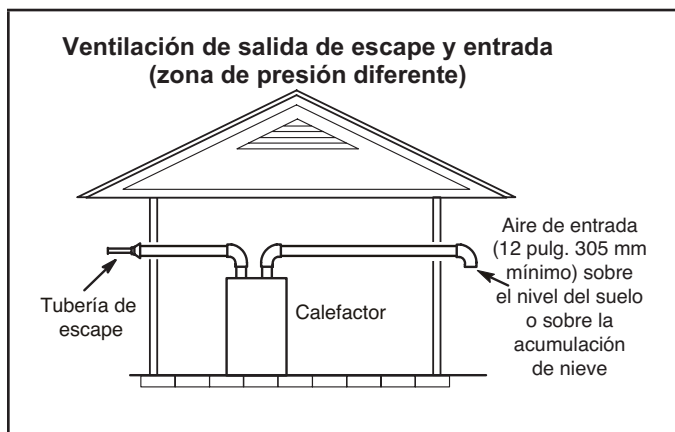
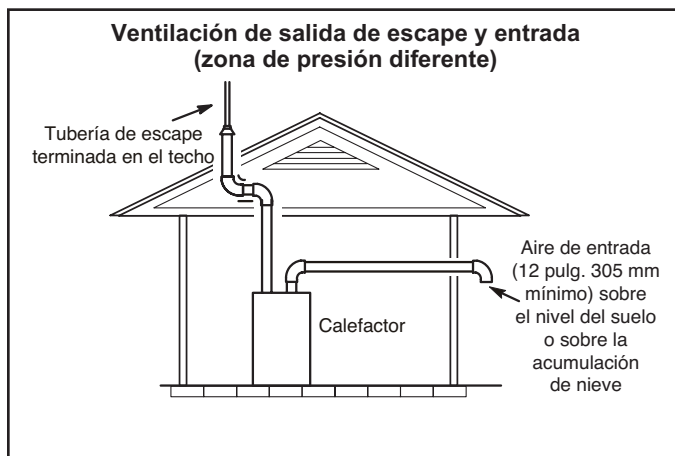

FIGURA 37
FIGURA 38
- 1 - Las terminaciones de ventilación no tienen que estar en la misma zona de presión. Usted puede sacar la entrada en un lado de la estructura y el escape en el otro lado ("FIGURA 37"). Usted puede sacar el escape por el techo y la entrada por el costado de la estructura ("FIGURA 38").